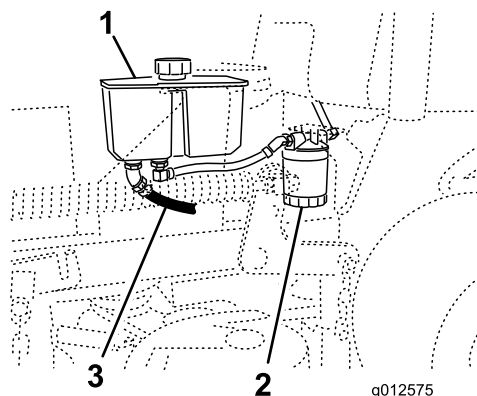

Figure 72
4. Localisez le flexible hydraulique avant sous le réservoir hydraulique et placez le bac de vidange sous le réservoir (Figure 72).